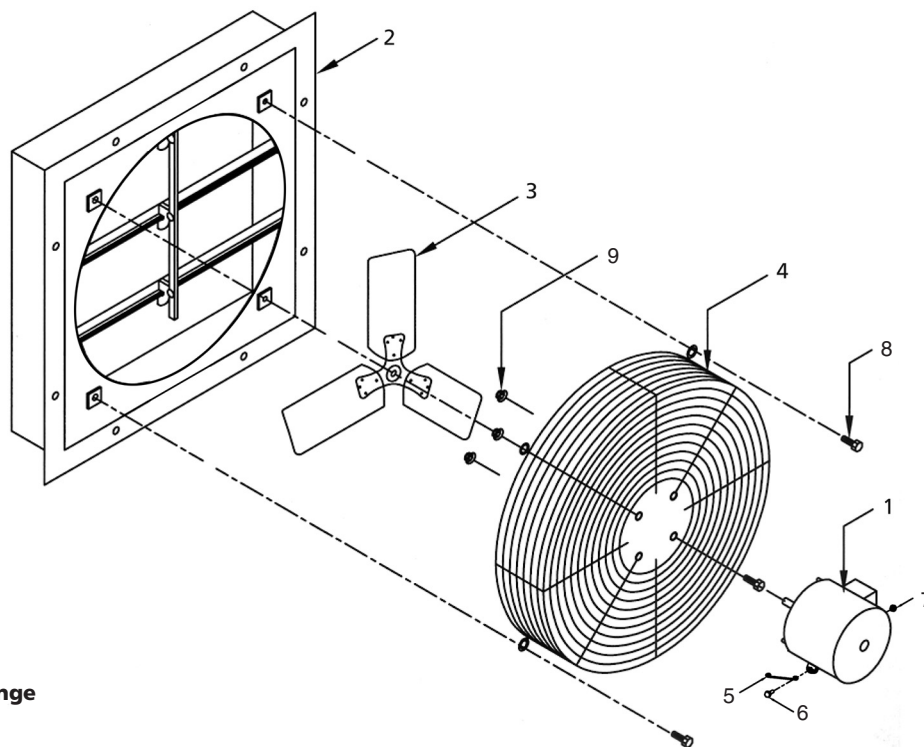

Figure 3 : Illustration des pièces de rechange
1. Consulter l'illustration du placement des pièces (Figure 3).
**ATTENTION** *Eviter de réparer une hélice endommagée. Remplacer par une hélice bien équilibrée (voir Figure 3, référence no. 3).*